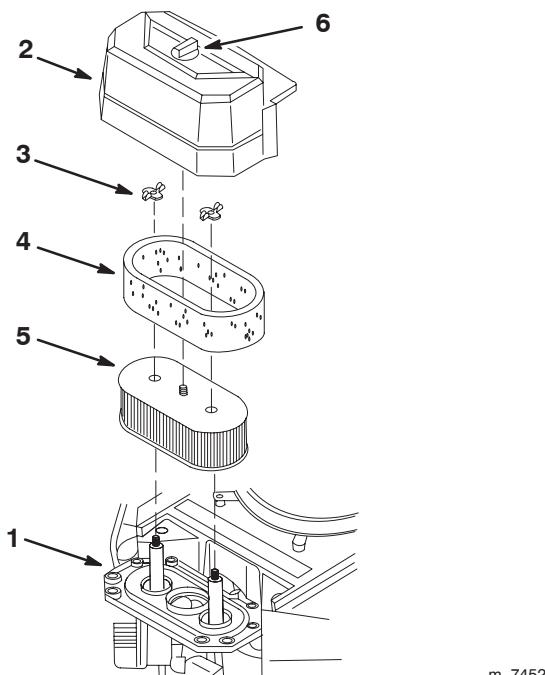

Figure 30
3. Nettoyez la surface autour du filtre à air pour éviter que des impuretés ne s'introduisent dans le moteur et l'endommagent (Fig. 30).
4. Dévissez le bouton du couvercle et déposez le couvercle du filtre à air (Fig. 30).
5. Dévissez les 2 écrous papillons et déposez l'ensemble filtre à air (Fig. 30).
6. Ôtez **délicatement** l'élément en mousse de l'élément en papier (Fig. 30).
1. Tapotez doucement l'élément sur une surface plane pour faire tomber la poussière et la saleté (Fig. 30).
1. Glissez délicatement l'élément en mousse sur l'élément en papier (Fig. 30).
2. Posez l'ensemble filtre à air sur sa base et fixez-le en place avec l'écrou (Fig. 30).
3. Mettez le couvercle du filtre en place et serrez le bouton (Fig. 30).